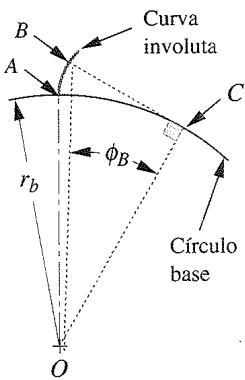

FIGURA P9-11 Problema 9-46
- 9-46 La figura P9-11 (p. 366) muestra una involuta generada con un círculo base de radio r_b . El punto A está simultáneamente sobre el círculo base y la involuta. El punto B es cualquier punto en la curva involuta y el punto C está en el círculo base donde una línea trazada desde del punto B es tangente al círculo base. El punto O es el centro del círculo base. El ángulo ϕ_B (ángulo BOC) se conoce como *ángulo de presión en involuta* que corresponde al punto B (no confundirlo con el *ángulo de presión de dos engranes conectados*). El ángulo AOB se conoce como la *involuta de ϕ_B* y a menudo se designa como *inv ϕ_B* . Con la definición de diente en involuta y la figura 9-5 (p. 326), deduzca una ecuación para *inv ϕ_B* como una función de ϕ_B sola.